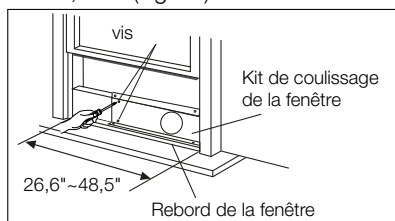
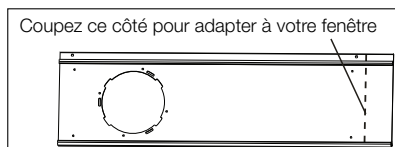
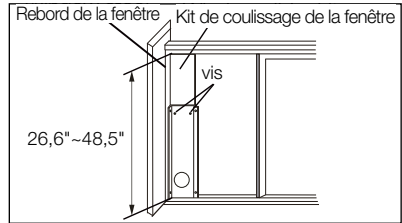

Fig. 13
Fig. 14
Fig. 19
2. Ouvrez la guillotine de la fenêtre et placez le kit de coulissage de la fenêtre sur le rebord de la fenêtre (Fig. 13). Fixez le kit de coulissage de la fenêtre au rebord. Ajustez la longueur du kit de coulissage de la fenêtre selon la largeur de la fenêtre. Vissez les deux vis du kit de coulissage de la fenêtre. Voir Fig. 13. Coupez le kit de coulissage de la fenêtre ajustable si la largeur de la fenêtre est inférieure à 67,6 cm (Fig. 14).
2. Ouvrez la guillotine de la fenêtre et placez le kit de coulissage de la fenêtre sur le rebord de la fenêtre. Voir Fig. 19. Fixez le kit de coulissage de la fenêtre au rebord. Ajustez la longueur du kit de coulissage de la fenêtre selon la hauteur de la fenêtre. Vissez les deux vis du kit de coulissage de la fenêtre. Voir Fig. 19. Coupez le kit de coulissage de la fenêtre ajustable si la hauteur de la fenêtre est inférieure à 67,6 cm (Fig. 14).